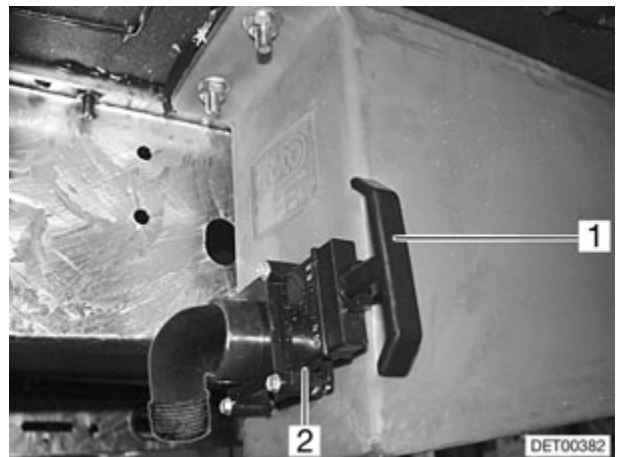

Fig. 133 Conexión de salida de aguas residuales
- Montar un tubo de desagüe apropiado en la conexión de salida de aguas residuales (Fig. 133,2) o colocar un recipiente colector apropiado debajo de la conexión de salida de aguas residuales.
- Extraer la corredera (Fig. 133,1) de la conexión de salida de aguas residuales (Fig. 133,2). Se vacía las aguas residuales.